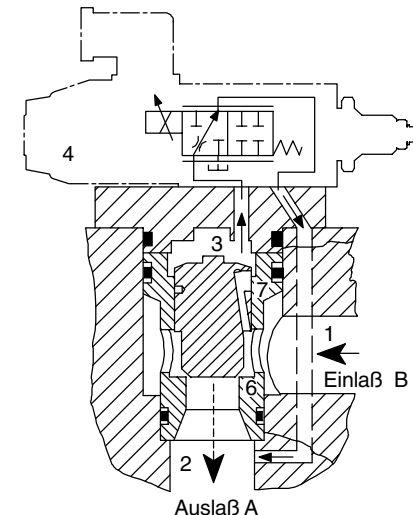

Abbildung 40
Wenn das Vorsteuerventil öffnet (Abbildung 40), sinkt der Druck im oberen Volumen (3) ab und der Hauptkegel bewegt sich nach oben. Dadurch passiert der Schlitz die Steuerkante (7), die Verstelldrossel wird geöffnet und ein Volumenstrom durch den Steuerölkreis aufgebaut. Am Anfang entspricht der Volumenstrom durch das Vorsteuerventil dem Volumenstrom durch den Schlitz zuzüglich des Volumenstroms, der sich aus der Öffnungsbewegung des Hauptkegels ergibt.